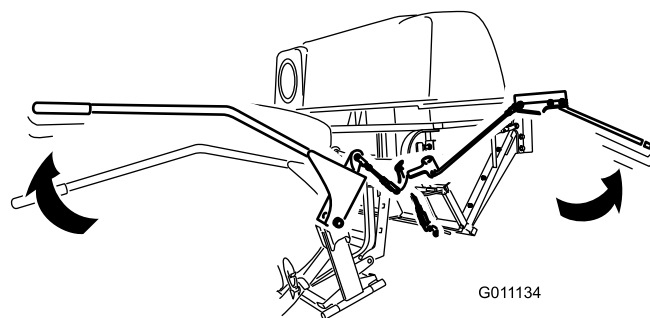

Figura 33
3. Presione la palanca hacia abajo para cerrar la puerta (Figura 33).